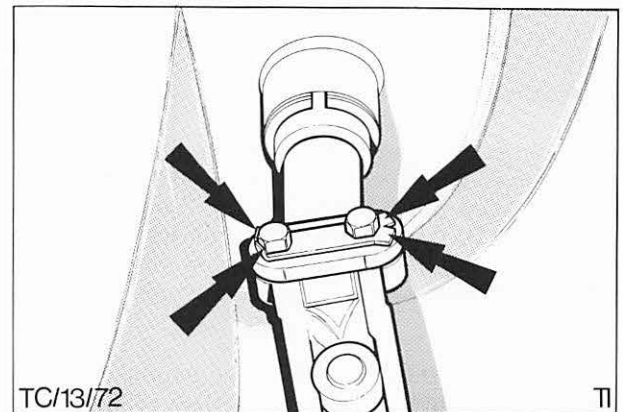

Abb. 10 Oberes Gelenk – Verbindungswelle, Lenkspindel
19. Darauf achten, daß das Fahrzeuggewicht auf den den Rädern ruht, dann Verbindungsgelenk an die Lenkspindel ansetzen und Klemmplatte unter Verwendung eines neuen Sicherungsblechs mit vorgeschriebenem Drehmoment festziehen. Anschließend alle vier Ecken des Sicherungsblechs umbiegen. Abb. 10.